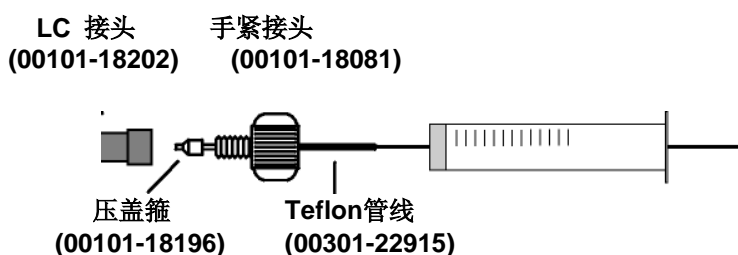

图7-2. 注射器和注射器接头组件
- c. 将注射器针头从注射器接头组件上的Teflon管端拆下。见图7-2。
5. 握住注射器活塞适当的位置，小心地将注射器针头插入注射器接头组件上的Teflon管端部。(图7-2)